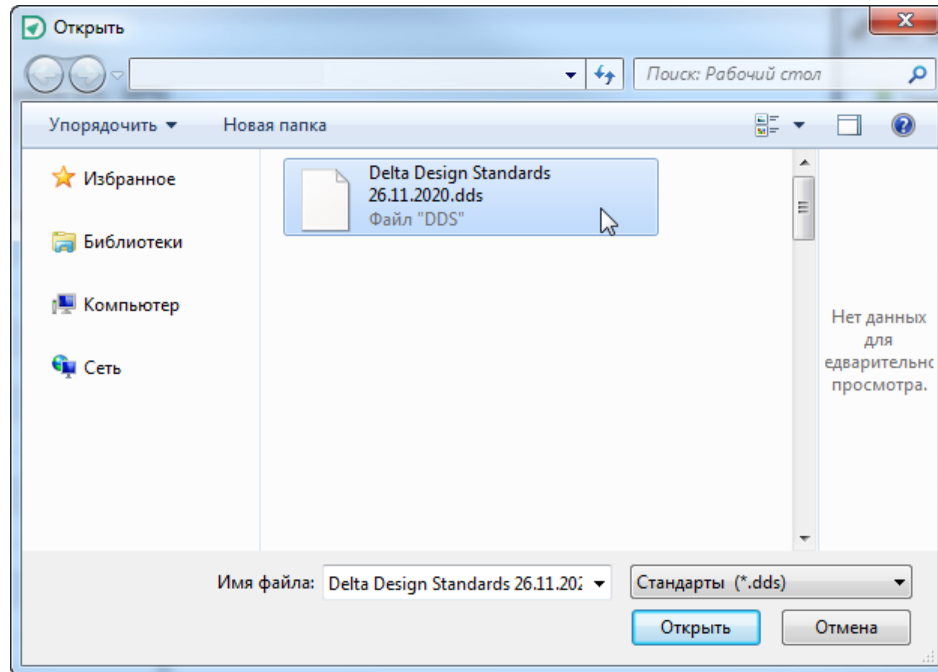

Рис. 18 Выбор импортируемого файла
4. В окне проводника выберите директорию, в которой был сохранен файл, и выберите его, Рис. 18.